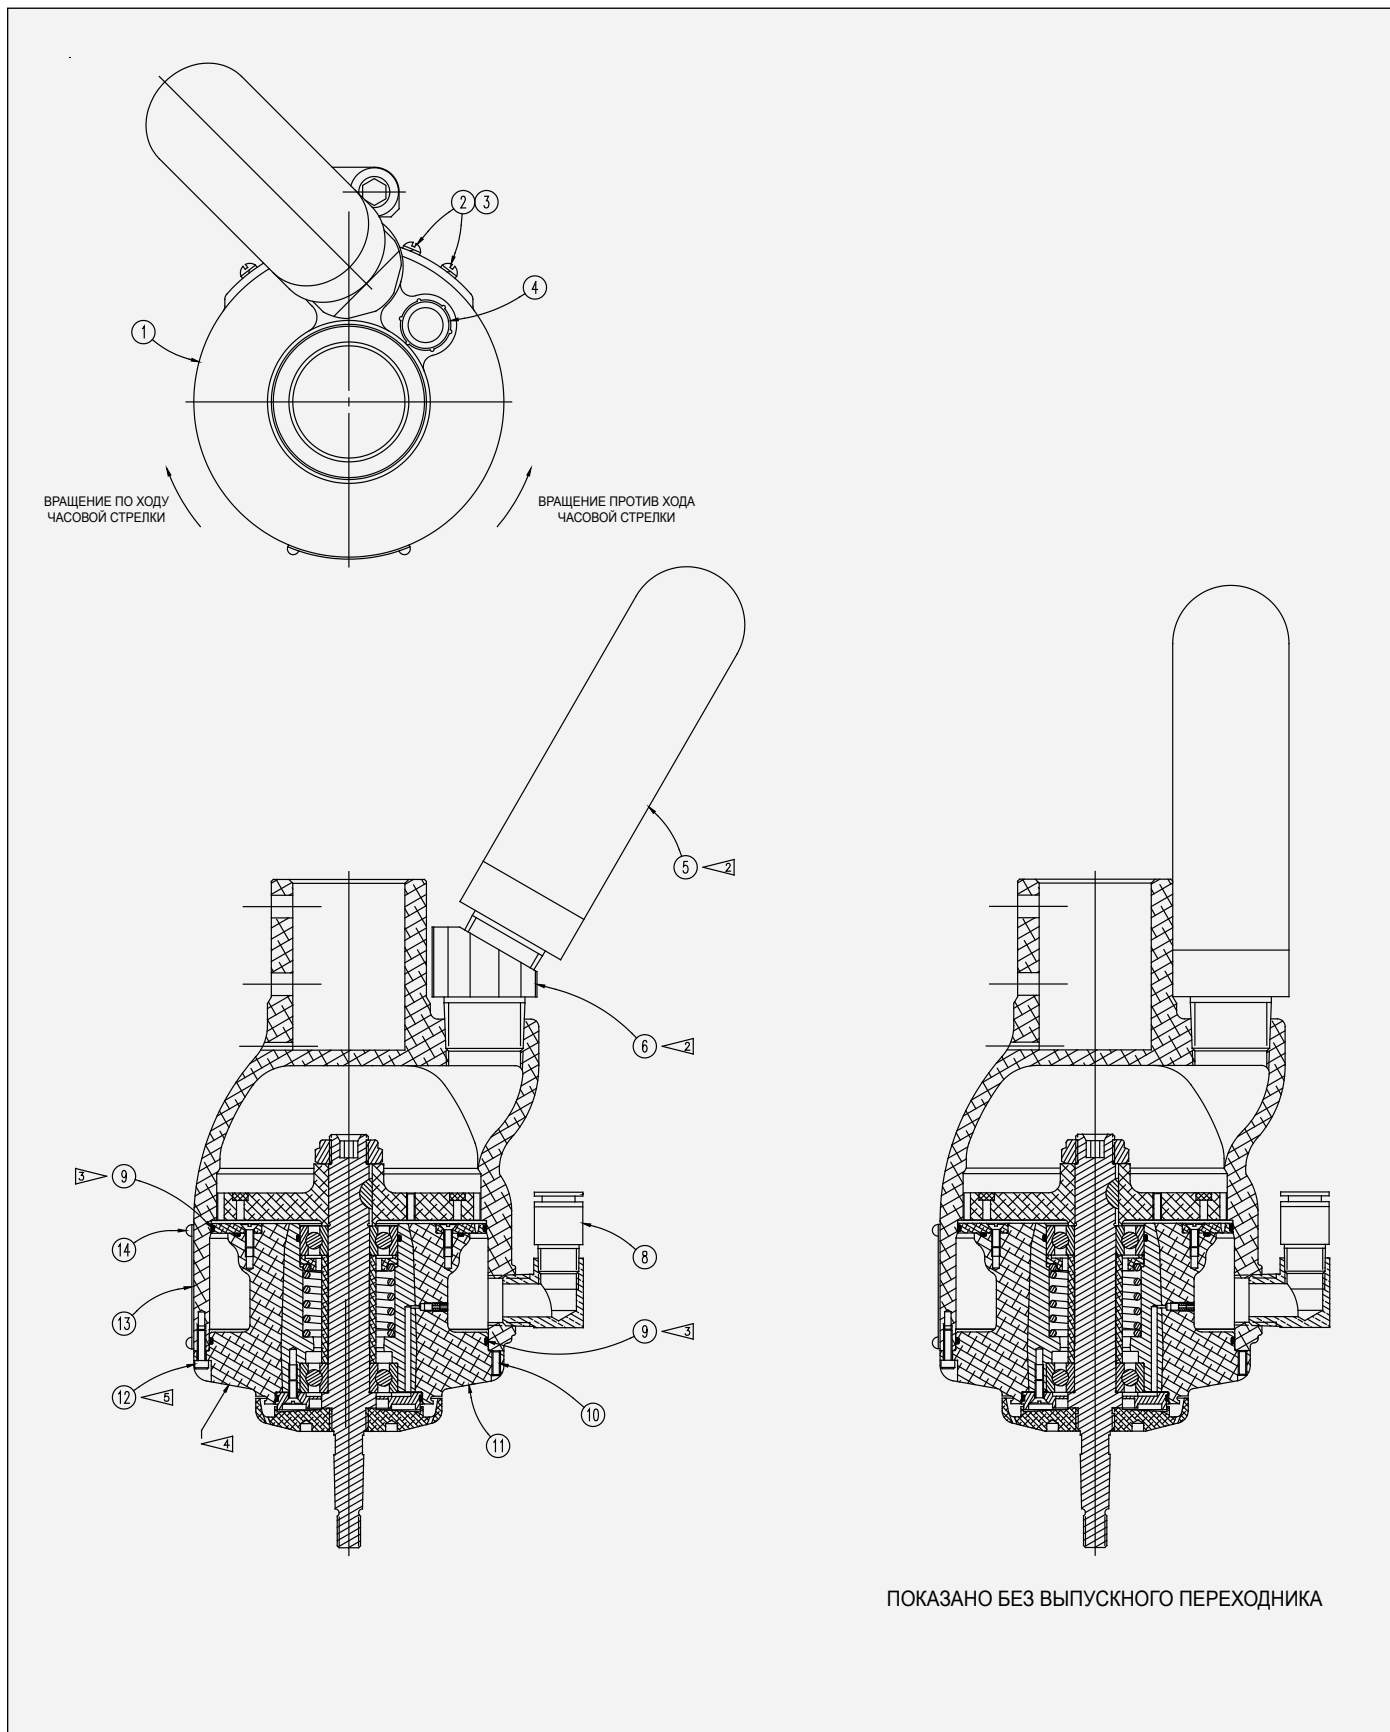

Рисунок 18: Воздушная турбина 78175-XX в сборе для аппликатора Turbodisk
ВОЗДУШНАЯ ТУРБИНА 78175-XX В СБОРЕ ДЛЯ АППЛИКАТОРА TURBODISK – ПЕРЕЧЕНЬ ДЕТАЛЕЙ (рисунок 18)
ТАБЛИЦА «А» (рисунок 18)
**** ОПРЕДЕЛЕНИЕ ПУНКТОВ В ПЕРЕЧНЕ ДЕТАЛЕЙ (Рисунок 18)**